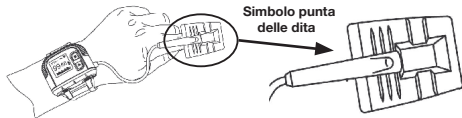

Figura 6 Dimostrazione del posizionamento
2. Fissare il pulsossimetro sul polso sinistro (Figura 6);
3. Tenere la sonda con l'apertura rivolta verso l'indice. Orientare la sonda in modo che il lato del sensore con l'icona del dito sia in alto (Figura 6).